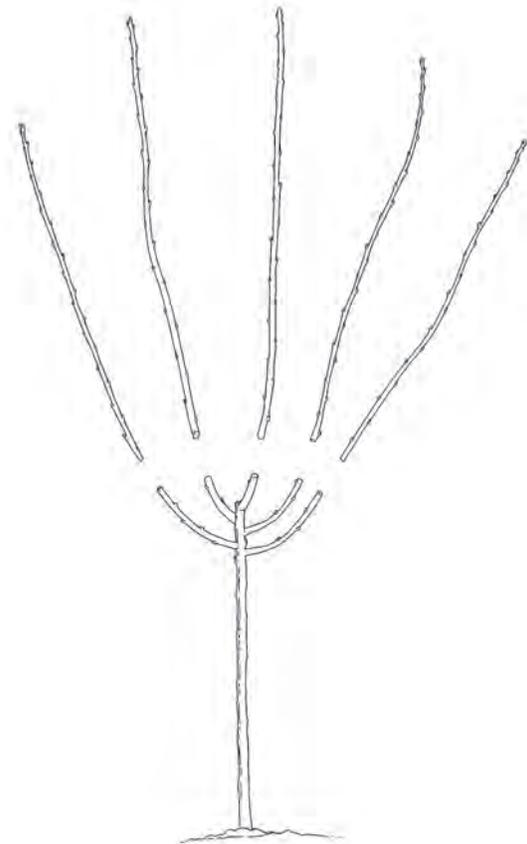

Figura 15
- Recorte todos los ejes a una longitud de entre dos y cinco pulgadas (Figura 15).